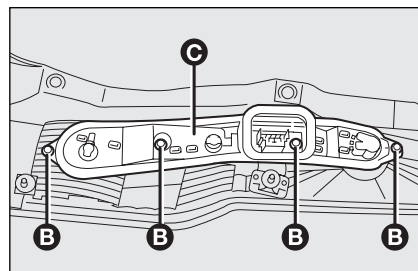

fig. 33
- ☐ svitare le quattro viti **B-fig. 33** dalle rispettive sedi;